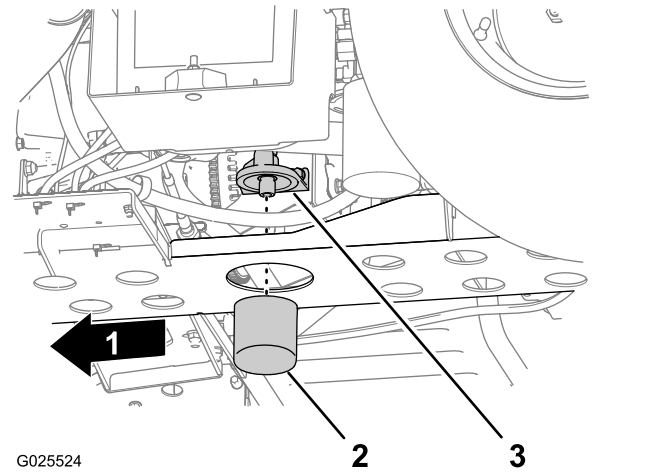

Figura 45
5. Desmonte el filtro de aceite del adaptador del filtro (Figura 45).
6. Limpie la base de la junta del adaptador del filtro (Figura 45).
8. Instale el filtro hasta que la junta entre en contacto con la base de la junta del adaptador del filtro, luego apriete el filtro en sentido horario de 1/2 a 2/3 de vuelta más (Figura 45).